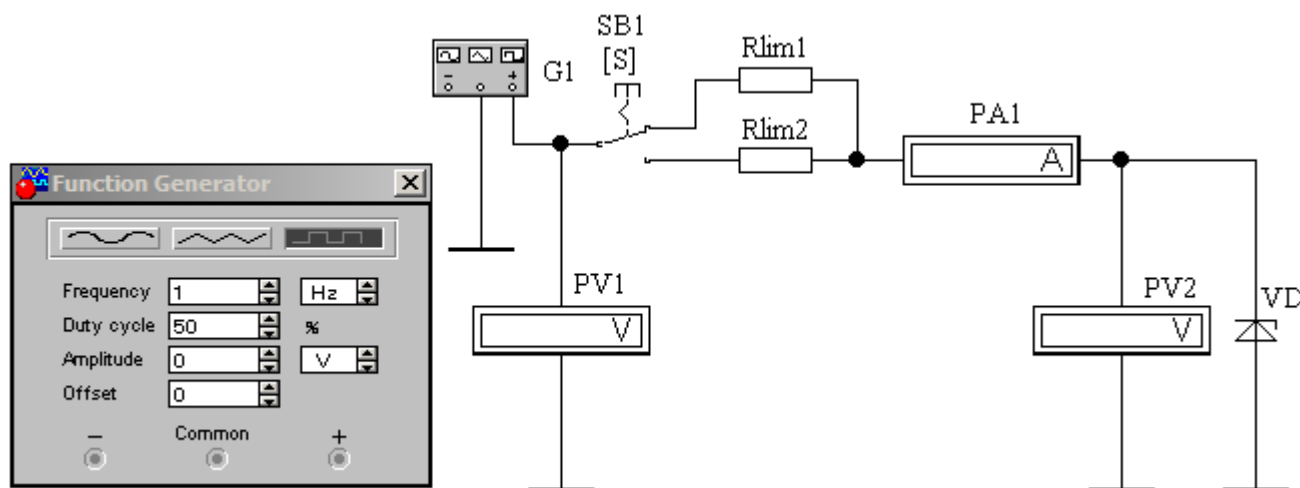

Figura 3 – Circuitul de ridicare a caracteristicilor curent – tensiune ale diodei Zener adică $I_{st} = f(U_{st})$
2.1 Cercetarea diodei Zener, la polarizarea indirectă a joncțiunilor, se efectuează în următorul mod; deschideți fișierul „diod_zen_02.ewb”, pe ecran apare circuitul din figura 3.